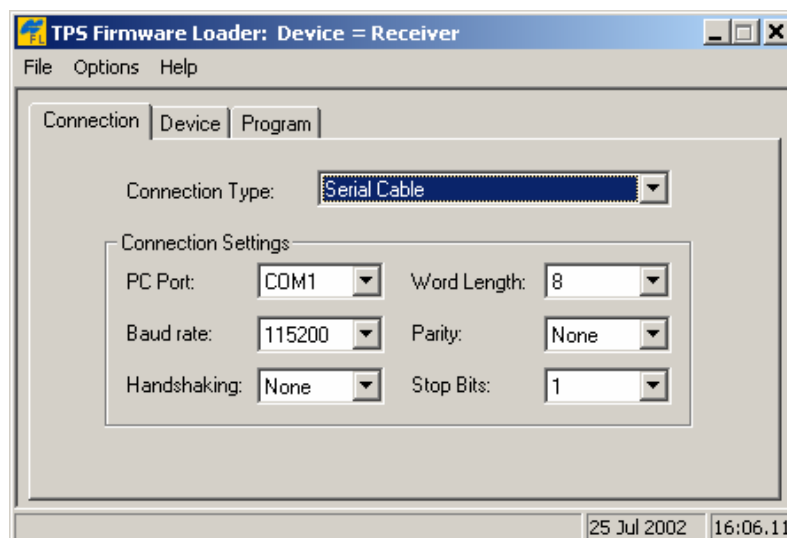

Рисунок 4-13. Главный экран программы FLoader
5. Во вкладке *Connection (Соединение)* выберите последовательный порт на компьютере, к которому подстыкован кабель связи с приемником, и выберите скорость передачи данных (обычно 115200 Бод), см. рис. 4-13 на стр. 4-23.